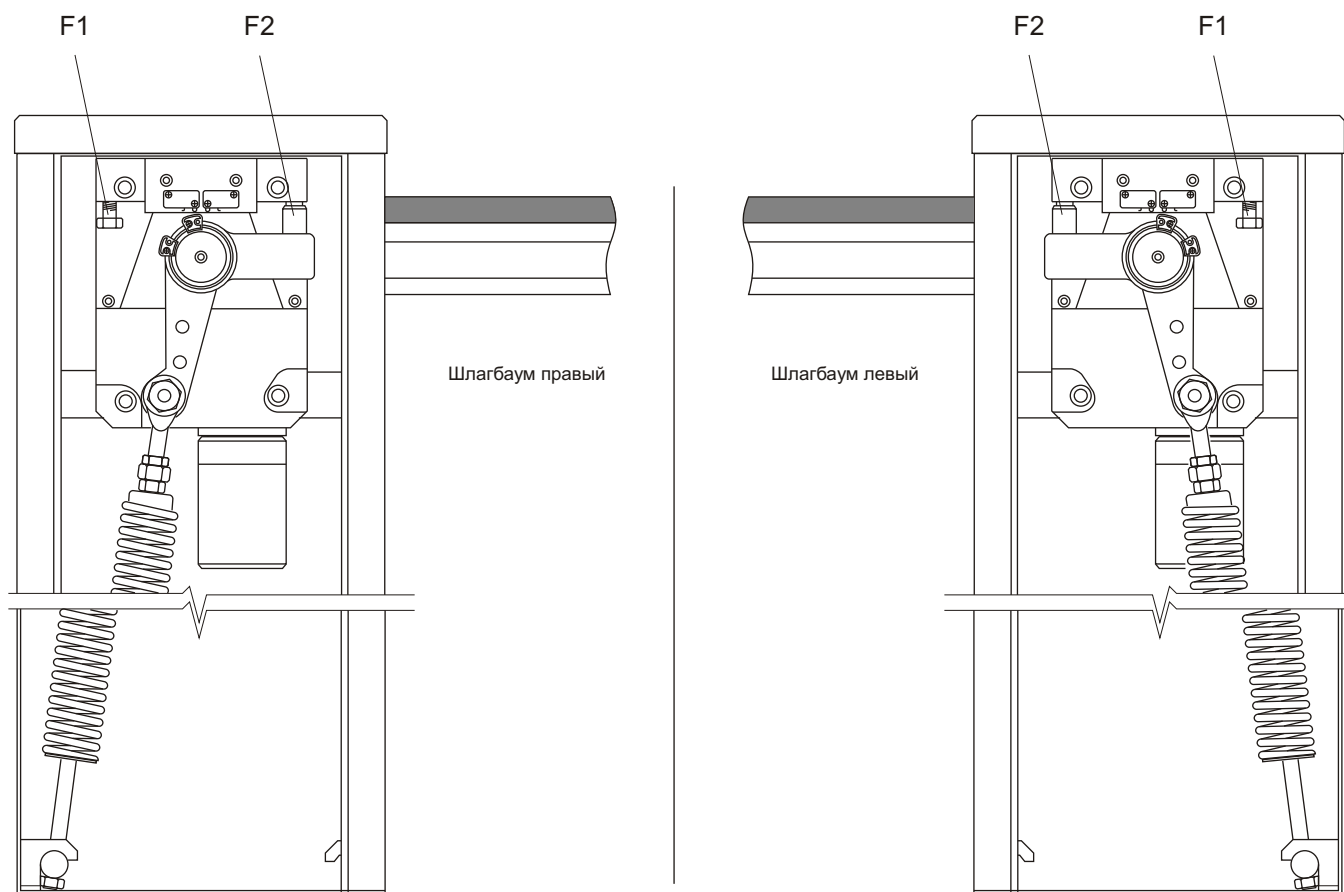

Рис. 5
- присоединить пружину в новой позиции, на рис. 5 отмечены различия между правым и левым шлагбаумом.